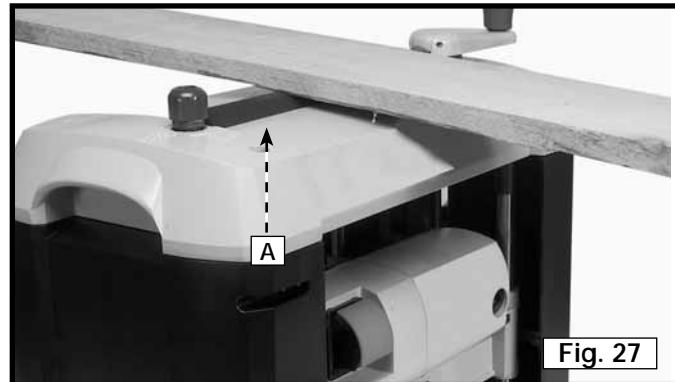

Fig. 27
La barra de transferencia del material (A), Fig. 27, se utiliza para transferir el material desde el extremo de avance de salida al extremo de avance de entrada de la máquina. Esto es útil cuando se acepilla material largo, ya que la pieza de trabajo puede transferirse fácilmente de vuelta al extremo de avance de entrada de la máquina para realizar cortes adicionales.